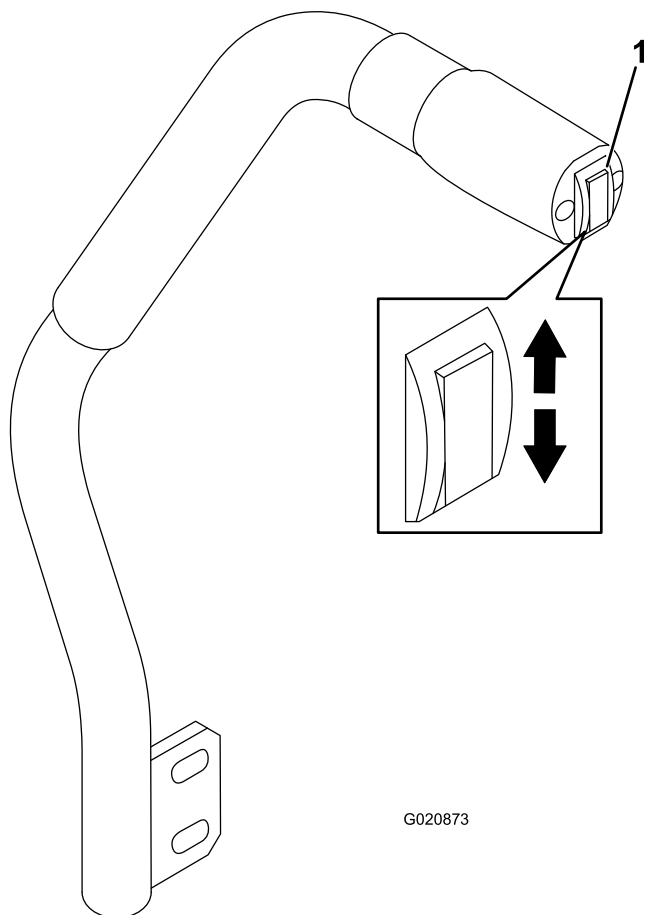

図 21
デッキ昇降スイッチはデッキアタッチメントの上昇と下降を行うスイッチです 図 21。このレバーは、エンジンが掛かっていないと使用できません。
- デッキを下降させるには、スイッチを下に押す 図 21。
- デッキを上昇させるには、スイッチを上を押す 図 21。
1. エンジンを始動し、デッキの昇降スイッチを上を押してデッキを一番高い位置まで上昇させたらすぐにスイッチから手を離す 図 21。